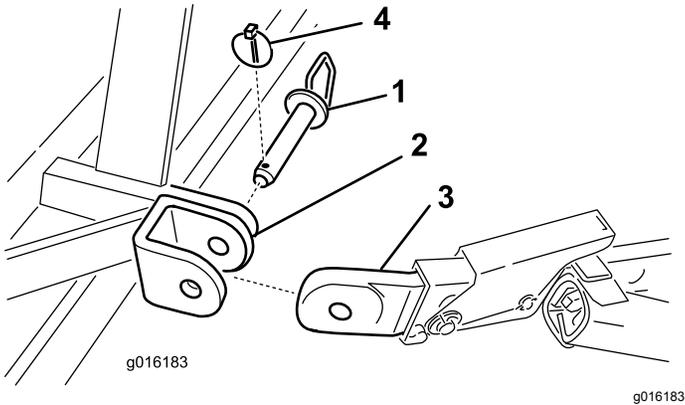

图4
5. 使用挂钩销和保险销将下连杆臂固定到打孔机安装支架上图4。